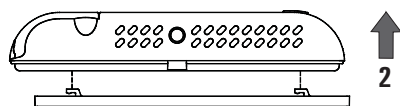

Fig. 1
- 1 Décrocher la plaque murale enfoncée sous la base du chronothermostat comme indiquée dans la Fig. 1.